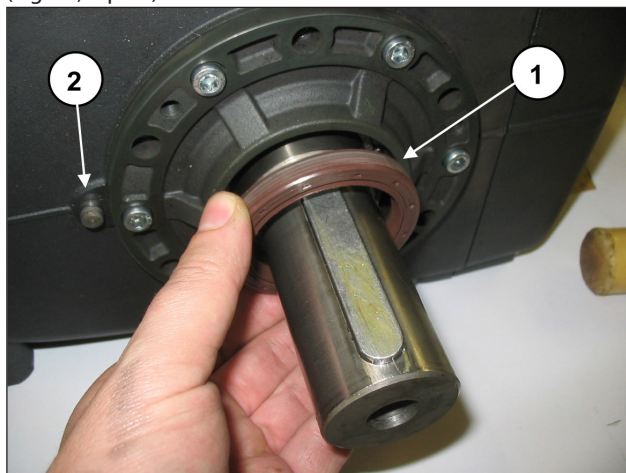

Fig. 33
Pour modifier la version en appliquant le groupe réducteur sur une position non prévue, déposer le joint d'huile de l'arbre (Fig. 33, rep. ①) et insérer sur le carter la goupille Ø8 de référence du boîtier du réducteur (Fig. 33, rep. ②).
Procéder ensuite aux opérations mentionnées au parag. 2.1.5. En modifiant la version, après dépose du groupe réducteur dans les cas prévus, introduire le joint d'huile de l'arbre dans le siège sur le couvercle latéral à l'aide de l'outil réf. 27904800 (Fig. 33, rep. ③).